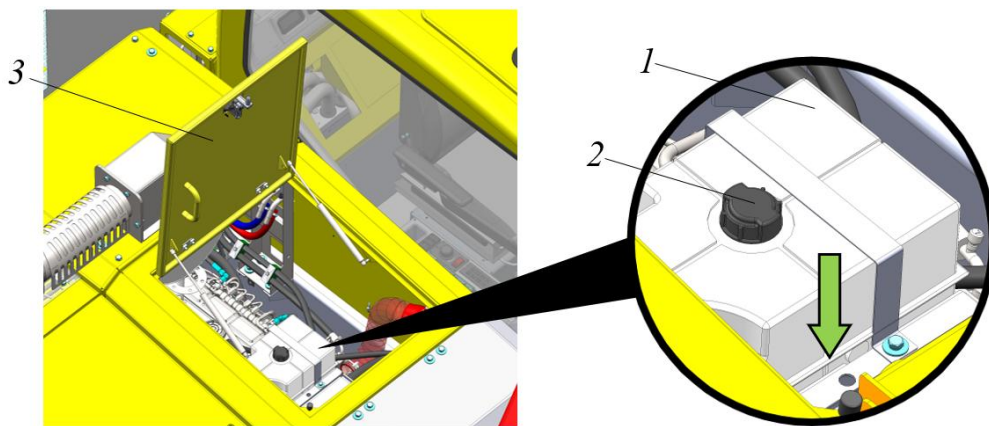

Рисунок 5.21. Расширительный бачок жидкостной системы охлаждения двигателя
- Открыть инспекционный люк моторного отсека 3, рис. 5.21.